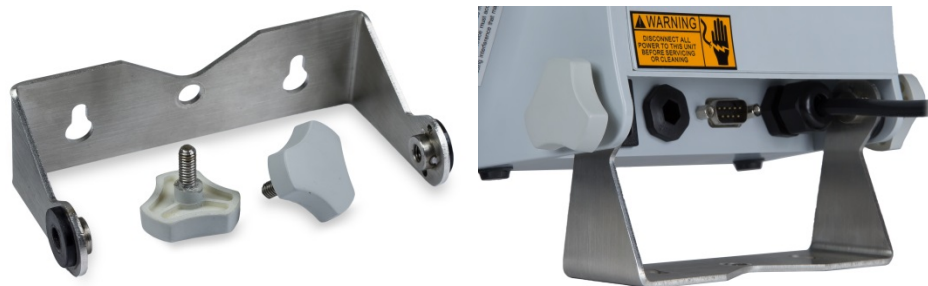

Figura 2-5: Suporte e Puxadores de Aperto
1. Use dois puxadores manuais de suporte para conectar o suporte à base do terminal, como mostrado na Figura 2-5.